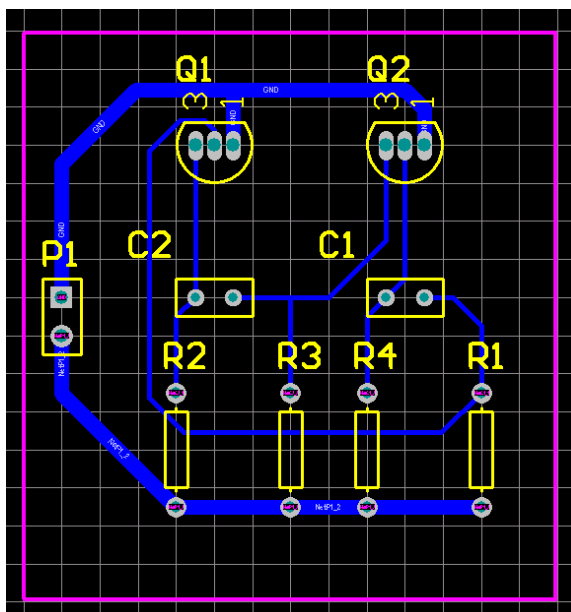

Рис. 7. Полностью растрассированная плата
12. Теперь можно трассировать остальные проводники таким же образом. Рис. 7 показывает плату, растрассированную вручную.